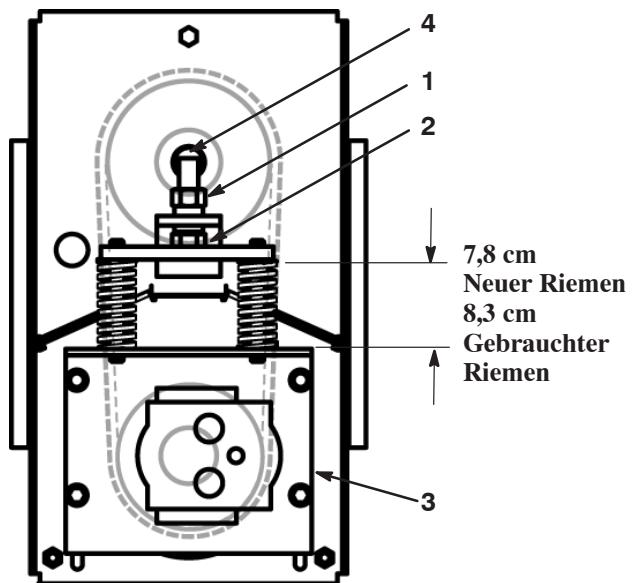
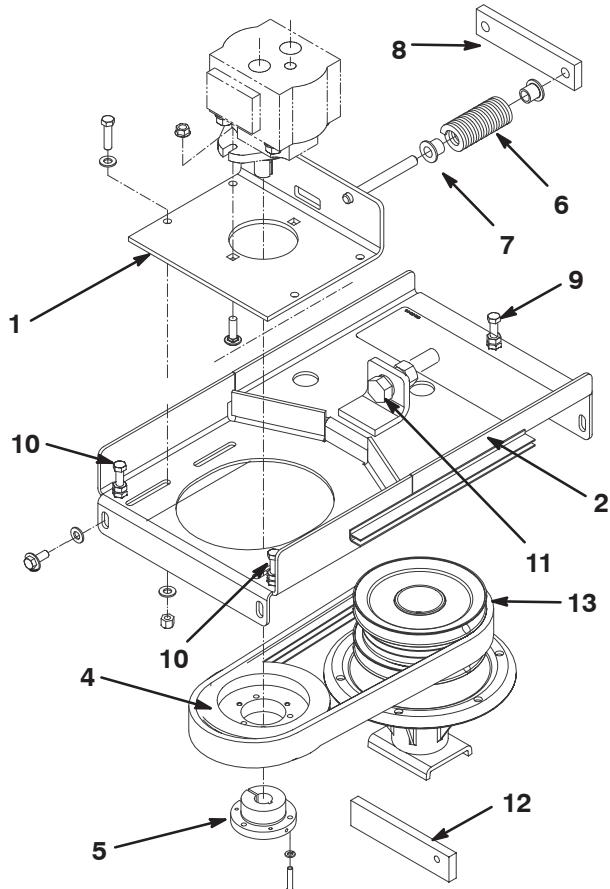

Bild 66
Bild 68
- Lösen Sie die Klemmmutter und lösen Sie die Spannung der Federn mit der Spannschraube (Bild 66).
- Lösen Sie die vier (4) Kopfschrauben, mit denen die Schiebeplatte an der Motorbefestigung befestigt ist (Bild 66).
- Ziehen Sie die Spannschraube fest, bis die Federn auf die Maße komprimiert sind, die in Bild 66 angegeben sind.
- Ziehen Sie die Klemmmutter an, um die Einstellung zu arretieren (Bild 66).
- Ziehen Sie die vier (4) Kopfschrauben an, mit denen die Schiebeplatte an der Motorbefestigung befestigt ist (Bild 66).
- Lösen Sie die Klemmmutter und lösen Sie die Spannung der Federn mit der Spannschraube (Bild 68).
4. Drehen Sie die Mutter auf die Einstellschraube, schrauben Sie dann die Einstellschraube hinten in die Motorbefestigung (Bild 68).
5. Lösen Sie die vier (4) Kopfschrauben, mit denen die Schiebeplatte an der Motorbefestigung befestigt ist (Bild 68).
6. Nehmen Sie die vier (4) Kopfschrauben und Scheiben ab, mit denen die Motorbefestigung am Mähwerk befestigt ist (Bild 68).
8. Positionieren Sie die Motorbefestigung auf das Mähwerk und verlegen Sie gleichzeitig den Riemensatz um die Spannscheibe (Bild 68). Achten Sie darauf, dass Sie nicht die flexiblen Hydraulikschläuche verbiegen, verdrehen, abknicken oder beschädigen.
9. Befestigen Sie die Motorbefestigung mit den vorher abgenommenen vier (4) Kopfschrauben und Muttern lose am Mähwerk.
10. Prüfen Sie die Antriebsscheibenhöhe (Bild 68) wie folgt:
- Schieben Sie die Höhenmesslehre (Bild 68) unter die Antriebsscheibe (nicht unter die Spannbuchse).
- Ziehen Sie die drei (3) Einstellschrauben gleichmäßig an oder lösen Sie sie (Bild 68), bis die Scheibe unten flach an der Höhenmesslehre anliegt (ungefähr 3,8 cm).
- Ziehen Sie die vier (4) Kopfschrauben und Scheiben fest, mit denen die Motorbefestigung am Mähwerk befestigt ist.
11. Ziehen Sie die Spannschraube fest, bis die Federn auf die Maße komprimiert sind, die in Bild 66 angegeben sind.
12. Ziehen Sie die Klemmmutter an, um die Einstellung zu arretieren (Bild 66).
13. Ziehen Sie die vier (4) Kopfschrauben an, mit denen die Schiebeplatte an der Motorbefestigung befestigt ist (Bild 66).
3. Lösen Sie die Klemmmutter und lösen Sie die Spannung der Federn mit der Spannschraube (Bild 66).
4. Lösen Sie die vier (4) Kopfschrauben, mit denen die Schiebeplatte an der Motorbefestigung befestigt ist (Bild 68).
5. Nehmen Sie die vier (4) Kopfschrauben ab, mit denen die Motorbefestigung am Mähwerk befestigt ist (Bild 68).